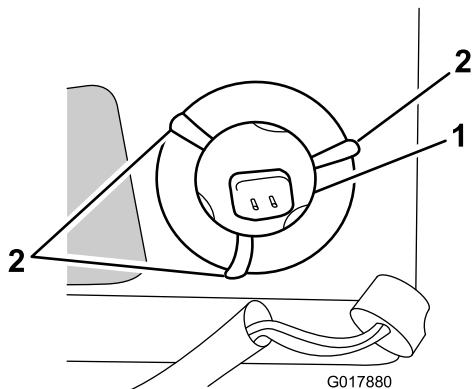

Figura 33
7. Doble las pestanas de alambre del manguito metálico (que sujetan la lámpara) para que no estorben; consulte Figura 33.